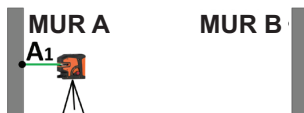

Figure 22
1. Placer le laser à côté du mur A. Marquer la hauteur du faisceau sur le mur A comme point A1. (Figure 22)